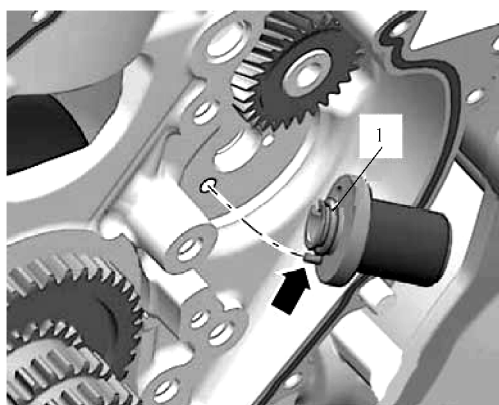

图 9-7 安装轴承销
9) 用机油浸润轴承销。图 9-7 箭头所示的定位销必须插入气缸体的孔中。